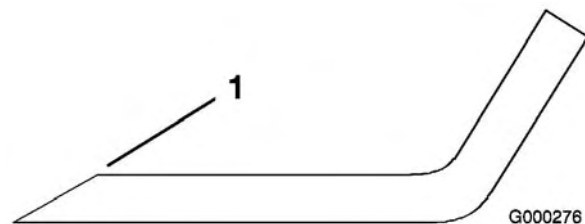

Bild 94
- Untersuchen Sie die Schnittkanten aller Messer. Schärfen Sie alle stumpfen und ausgekerbten Schnittkanten. Schärfen Sie nur die Oberseite der Schnittkanten und behalten dabei den ursprünglichen Schnittwinkel bei, um die Schärfe des Messers zu gewährleisten (Bild 94). Das Schnittmesser behält seine Auswuchtung